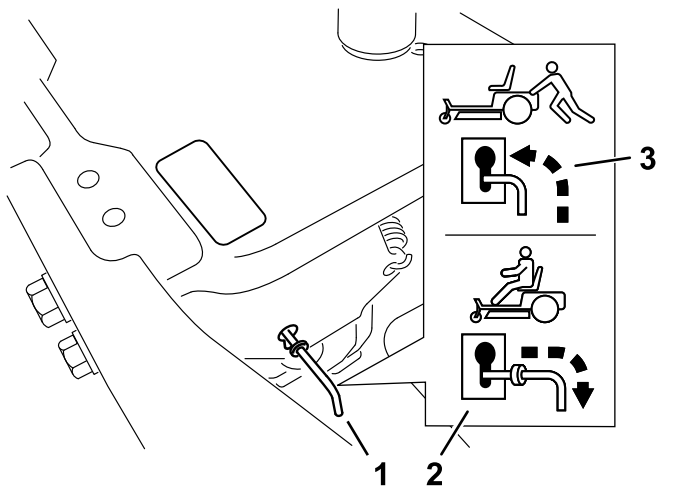

Figure 29
4. Déplacez les leviers de dérivation en avant dans l'encoche en trou de serrure, puis vers le bas pour les verrouiller en position (Figure 29).
Déplacez les leviers de dérivation en arrière dans l'encoche en trou de serrure, puis vers le bas pour les verrouiller en position, comme montré à la Figure 29.